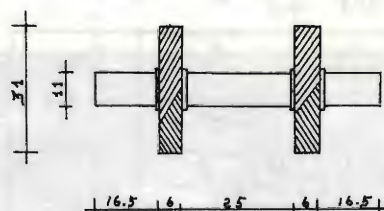

figura 5.
- 8) La gran parte dei condensatori (C9, C12, C13, C16, C18, C19) è contenuta in una scatola metallica (47 x 75 x 110 mm.) fissata sotto il telaio, al centro. (vedi figura 5)
Il restauro (conservativo!) di questo apparecchio non è molto difficile se si è armati di pazienza. In particolare i componenti più soggetti a guasto sono tutti contenuti nella scatola di figura 5 il che, anche se complica un po' le riparazioni, permette di alloggiare ben nascosti i componenti che non siano "datati"³⁻⁴.
- ³ Alcuni valori dei condensatori del particolare di figura 5 sono stati dedotti o misurati in quanto lo scatolato in mio possesso è in buono stato (!) e non era il caso di manometterlo.